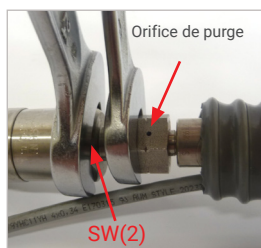

Figure 12
- ▶ S'il y a un orifice de purge au niveau de l'écrou-raccord du flexible (voir *Figure 12*), il ne faut pas le recouvrir. La pression doit pouvoir s'échapper sans entraves pendant le desserrage. Tenez l'orifice de purge éloigné de votre corps et visage. Gardez vos mains et vos doigts à distance de l'alésage.
- ▶ Desserrez le raccord du flexible de remplissage sur le raccord en « B2 » de l'insert d'about du break-away. Pour ce faire, exercez une contre-pression sur le méplat SW(2) de l'insert d'about (*Figure 12*).
Prudence : S'il y a un orifice de purge au niveau de l'écrou-raccord du flexible, il ne faut pas le recouvrir (voir *Figure 12*).